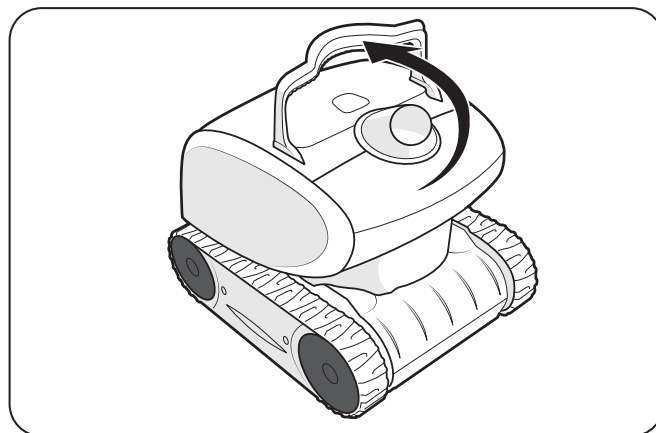

Figure 9. Relâcher la poignée du boîtier du filtre
- Tirer vers le haut pour libérer la poignée du boîtier du filtre (Figure 9).